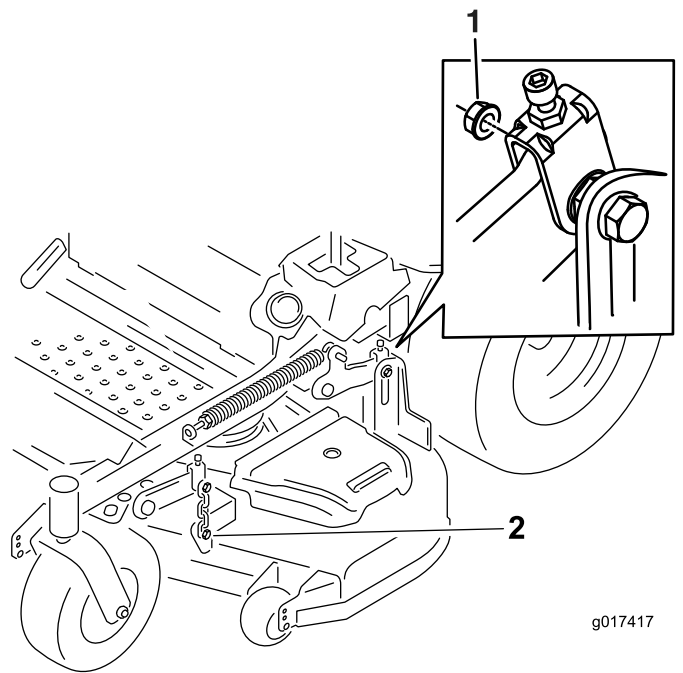

Figure 81
7. Enlevez et mettez de côté les fixations des deux côtés du plateau, comme montré à la Figure 81.